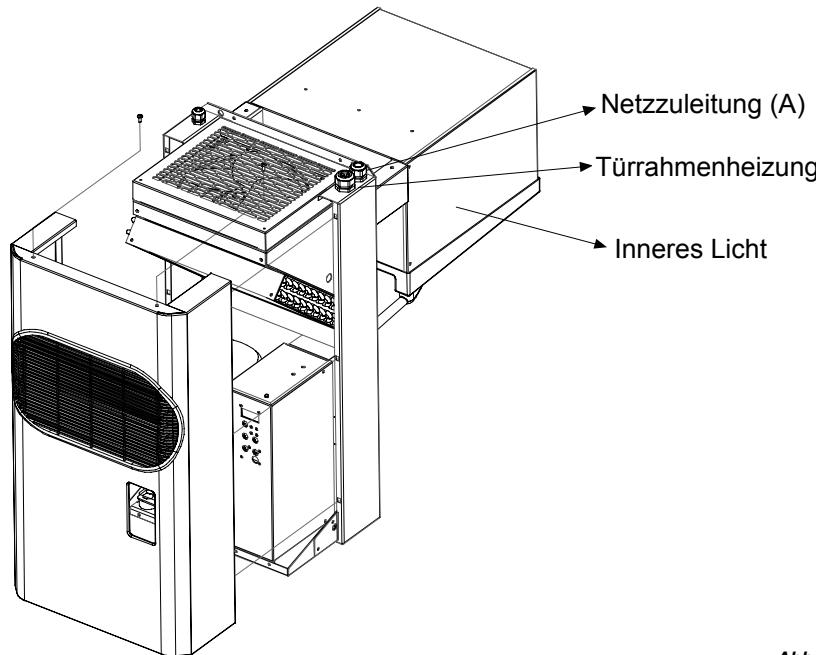

Abb.4
Das Gerät mit den geeigneten Schrauben befestigen (Abb. 4).
- 3) Um an die schalttafel zu gelangen, muss die vordere Seite des Gerätes (Abb. 4) abmontiert werden.